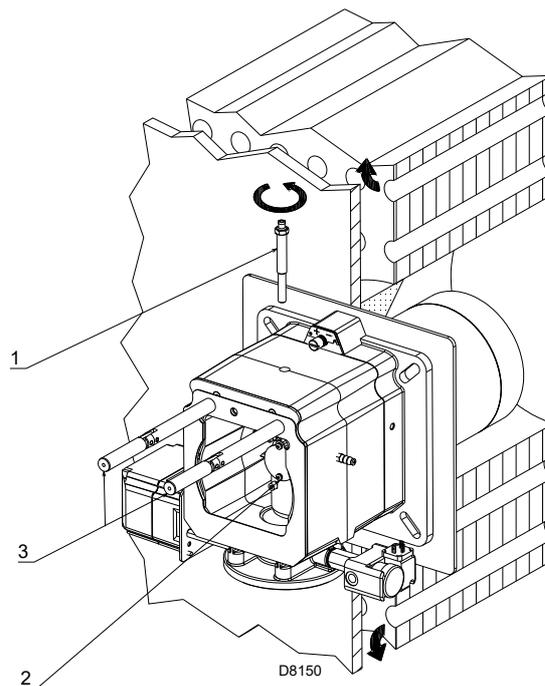

Fig. 15
- togliere la vite 1)(Fig. 15)
- estrarre la parte interna 2)(Fig. 15) della testa e provvedere alla loro taratura.